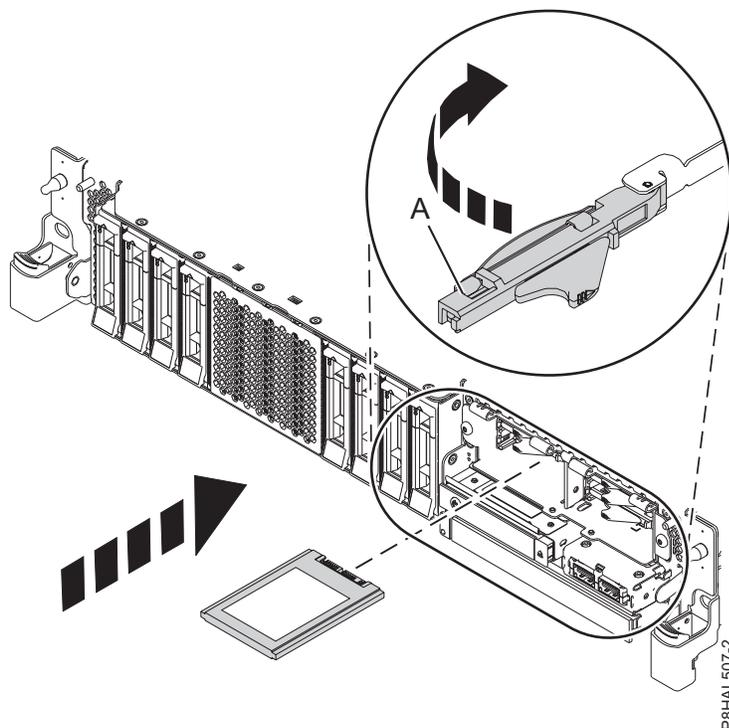

Figure 97. Remise en place d'une unité SSD dans un système à fonction étendue
15. Avec la poignée de la baie d'unité SSD (**A**) en position déverrouillée, tirez le levier vers l'extérieur pour accéder aux rails de guidage de l'emplacement SSD. Maintenez l'unité SSD par le dessous tout en l'alignant avec les rails de guidage de l'emplacement SSD. Pour plus d'informations, voir figure 97, à la page 97.
19. Verrouillez l'unité en faisant tourner la poignée de la baie (**A**) dans la direction indiquée. figure 97, à la page 97.